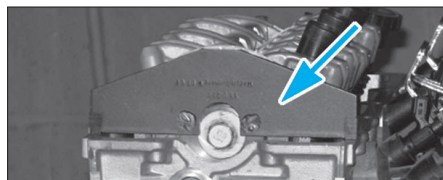

FIG. 2
- Outil de maintien du pignon d'arbre à cames (réf : 118 250) (Fig.2).
- Mettre en place l'outil de blocage du pignon d'arbre à cames (Fig.2).
- Mettre en place l'outil de blocage de l'arbre à cames (Fig.2).